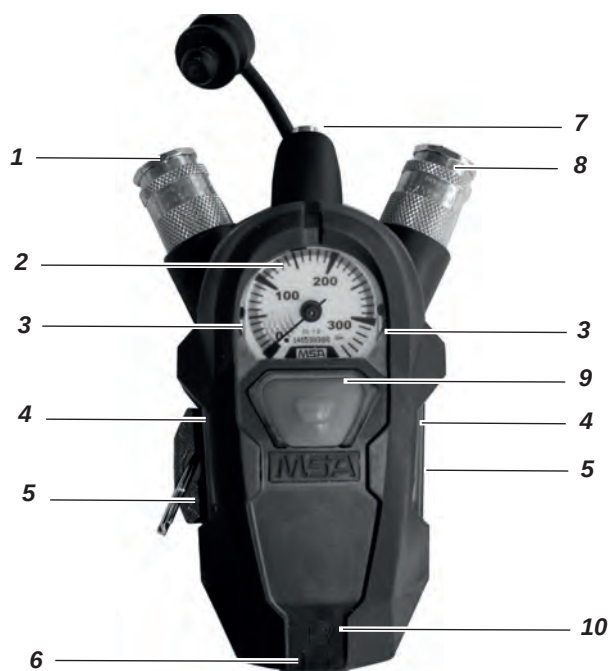

Fig. 1 Panoramica di SingleLine SCOUT
SingleLine SCOUT (vedere Fig. 1) è collegato all'estremità del SingleLine di un appropriato autorespiratore ad aria compressa MSA. È composto, oltre che dal manometro (2), dall'attacco per l'erogatore (8) e da un dispositivo di allarme acustico (7) (fischio di allarme). Quando la pressione della bombola scende al di sotto di 55 ± 5 bar, si attiva un segnale di allarme continuo. La seconda utenza (1) permette il collegamento di un secondo erogatore (ad es. kit di soccorso o RespiHood).